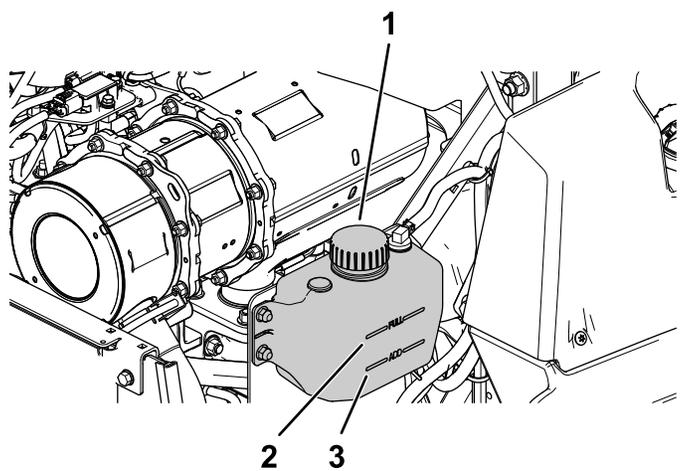

Рисунок 55
4. Проверьте уровень охлаждающей жидкости в расширительном бачке (Рисунок 55).
5. Если уровень охлаждающей жидкости низкий, снимите крышку расширительного бачка и долейте жидкость указанного типа (Рисунок 55).